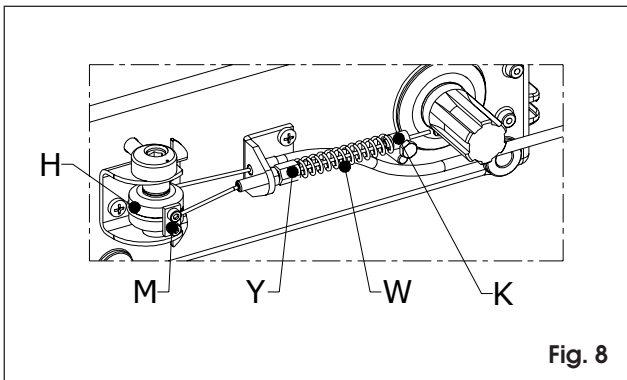

Fig. 8
- 10) Inserire il cavo **T** nel registro **Y**, calzare su di esso prima la molla **W**, poi il morsetto **K**. Tensionare il cavo **T** e stringere il morsetto **K**, come in Fig.8.
- 11) Bloccare poi il cavo **T** sul disco **H** avvitando le viti **M**, orientato come in Fig.8.
- 10) Insert cable **T** into the adjuster screw **Y** and fit onto it first spring **W** then clamp **K**. Tension cable **T** and tighten clamp **K** as shown in Fig.8.
- 11) Fasten cable **T** onto disc **H** by tightening the screws **M**, oriented as shown in Fig.8.
- 10) Engager le câble **T** dans la vis d'ajustement **Y** puis monter sur cette dernière d'abord le ressort **W**, puis l'étrier **K**. Tendre le câble **T** et serrer l'étrier **K**, comme indiqué en Fig.8.
- 11) Bloquer ensuite le câble **T** sur le disque **H** en serrant les vis **M**, orienté comme indiqué en Fig.8.
- 10) Insertar el cable **T** en el registro **Y**, y calzar en él primero el muelle **W** y después la grapa **K**. Tensar el cable **T** y apretar la grapa **K** (Fig. 8).
- 11) Bloquear el cable **T** en el disco **H** (orientado como en la Fig. 8) apretando los tornillos **M**.
- 10) Kabel **T** in das Register **Y** einziehen, hierauf zuerst die Feder **W** und dann die Klammer **K** streifen. Kabel **T** spannen und Klammer **K** gem. Abb. 8 festziehen.
- 11) Kabel **T** mit Ausrichtung gem. Abb. 8 dann auf Scheibe **H** sichern, hierzu die Schrauben **M** festdrehen.